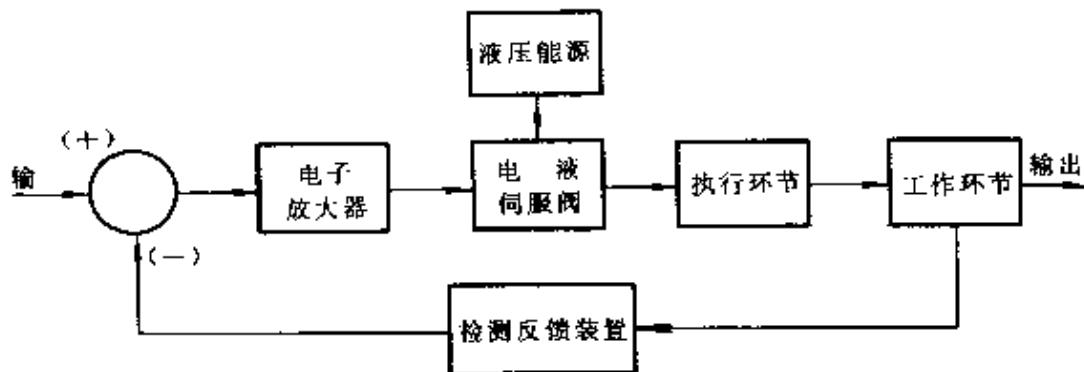

图 9-9 闭环程序控制系统工作原理方框图
(3) 在机床上的应用 电液伺服阀在机床中多用于闭环程序控制系统，图 9-9 是它的工作原理方框图。电液伺服阀接到输入信号后，输出压力油供给执行环节，如液压缸或液压马达，带动工